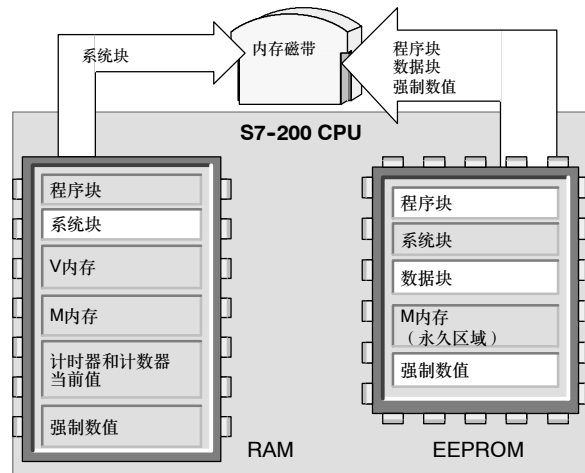

图4-18 复制到内存磁带
3. 选择PLC > 程序内存磁带（**Program Memory Cartridge**）菜单命令将程序复制到内存磁带。图4-18显示了存储在内存磁带上的CPU内存元素。